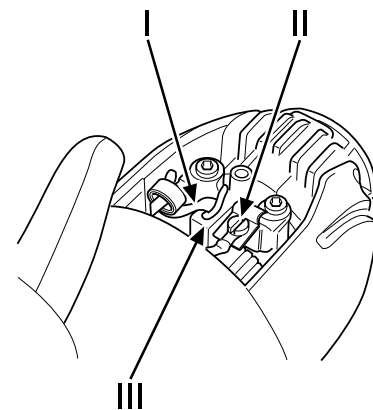

Fig. 13
2. Move the brush holder spring to the side (I in Fig. 13).
3. Loosen the screw (II in Fig. 13).
5. Pull the carbon brush out from the holder (III in Fig. 13).
8. Insert the carbon brush connector under the screw (II in Fig. 13).
2. Die Halterungsfeder seitlich anheben (I in Abb. 13).
3. Die Schraube aufdrehen (II in Abb. 13).
5. Die Kohlenbürste aus der Halterung ziehen (III in Abb. 13).
8. Den Kohlenbürstenanschluss unter der Schraube hindurchführen (II in Abb. 13).
2. Écarter le ressort de maintien du charbon (I sur la fig. 13).
3. Desserrer la vis (II sur la fig. 13).
5. Extraire le charbon du boîtier (III sur la fig. 13).
8. Glisser le raccord du charbon sous la vis (II sur la fig. 13).